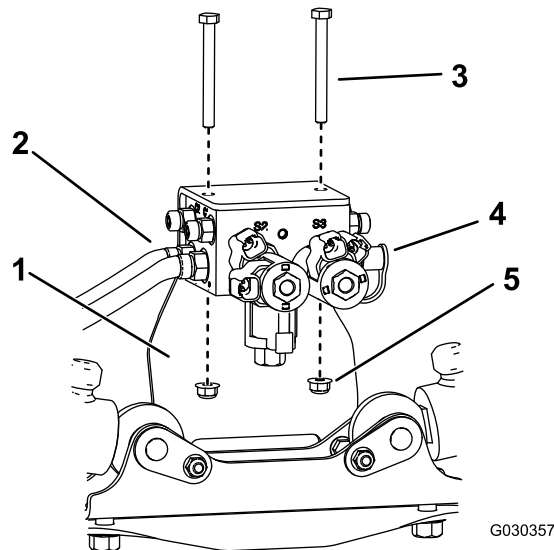

Figura 2
3. Allentate i 2 connettori idraulici sul lato destro e l'apertura dell'indicatore sul lato sinistro del blocco collettore idraulico (Figura 2).
4. Rimuovete il blocco collettore idraulico dalla staffa di montaggio (Figura 2).
5. Rimuovete e conservate i 2 connettori idraulici e l'apertura dell'indicatore dal collettore idraulico (Figura 2).